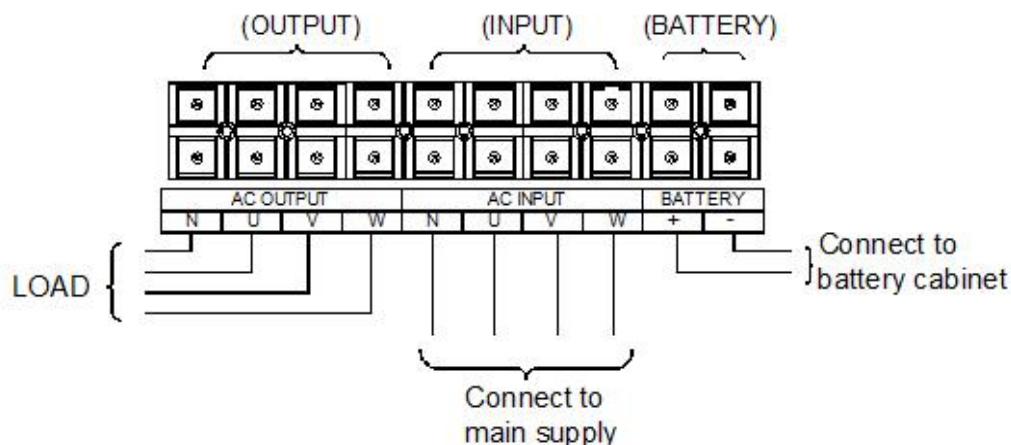

Fig. 4-10 A conexão para uma unidade
Sistema completo de conexão do equipamento como mostrado na Fig. 4-10:
- 2) Conforme mostrado na Fig. 4-10, conectar a entrada (rede) e saída do nobreak, assim como as baterias; preste muita atenção na polaridade das baterias, evitando, dessa forma, conectar as polaridades erradas.
- 4) A outra conexão é igual a conexão de uma unidade, conforme demonstrado na Fig. 4-10.